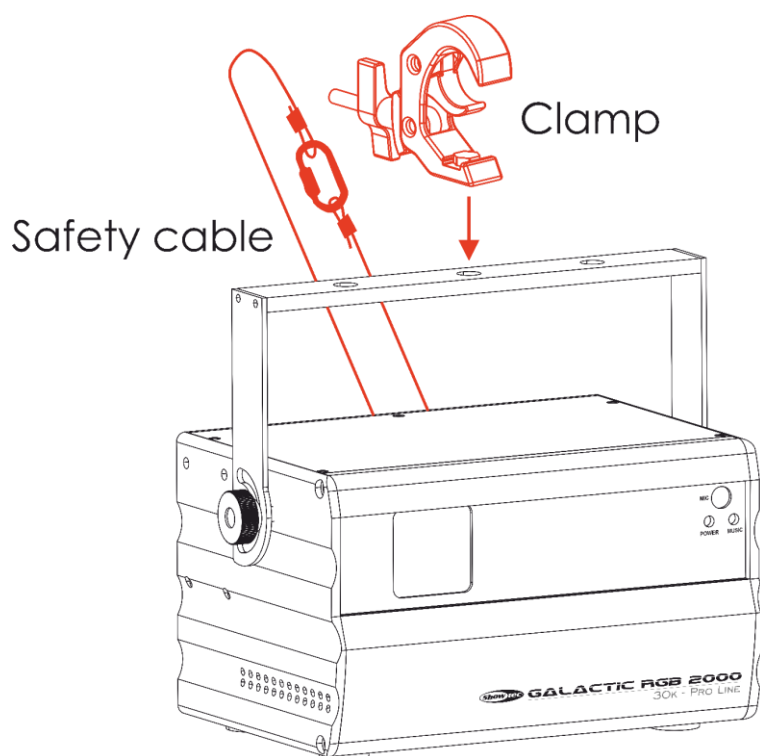

Fig. 09
- 01) Utilizzare un morsetto per fissare il dispositivo alla struttura di supporto, come mostrato nella Fig. 09. Accertarsi che il dispositivo non possa muoversi liberamente.
- 02) Fissare il dispositivo con una sospensione secondaria, ad esempio un cavo di sicurezza. Accertarsi che la sospensione secondaria sia in grado di sostenere 10 volte il peso del dispositivo. Ove possibile, la sospensione secondaria dovrebbe essere fissata a una struttura di supporto indipendente dalla sospensione primaria. Far passare il cavo di sicurezza nell'**occhiello di sicurezza (10)**, come indicato nella Fig. 09.